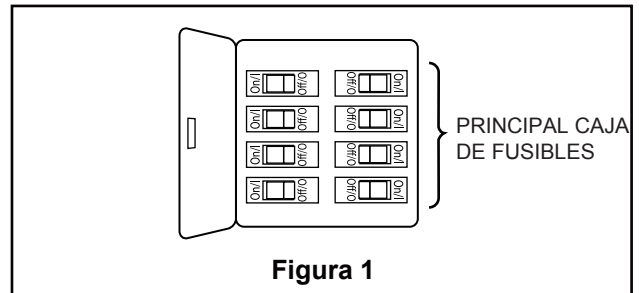

Figura 1
- ☐ 1. Restaure la fuente de alimentación de la toma de corriente enciendo la electricidad del fusible principal. (Figura 1)